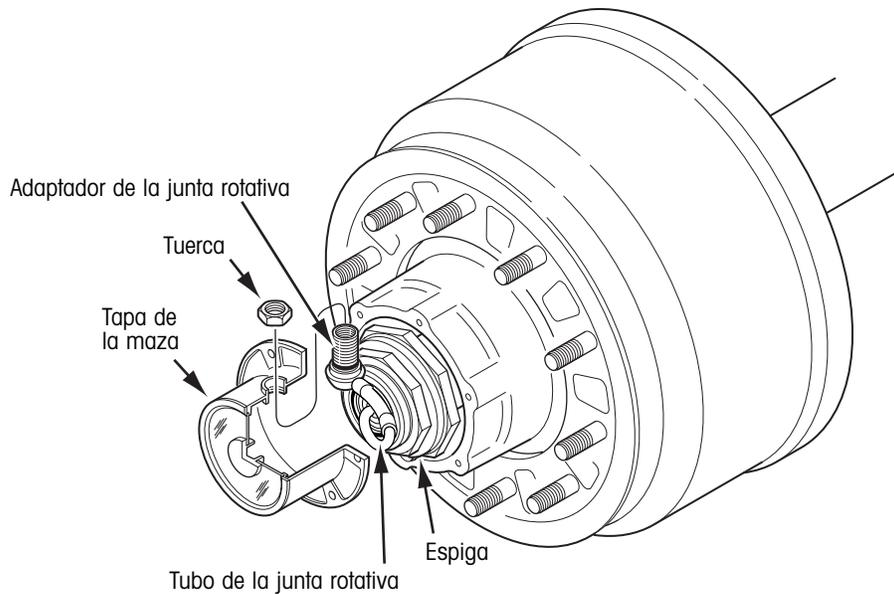

Figura 13. Ensamble del adaptador con la tapa de la maza
3. Inserte el adaptador por dentro de la tapa de la maza en el agujero que dice "AIR". Coloque la tuerca y apriete a mano (figura 13).